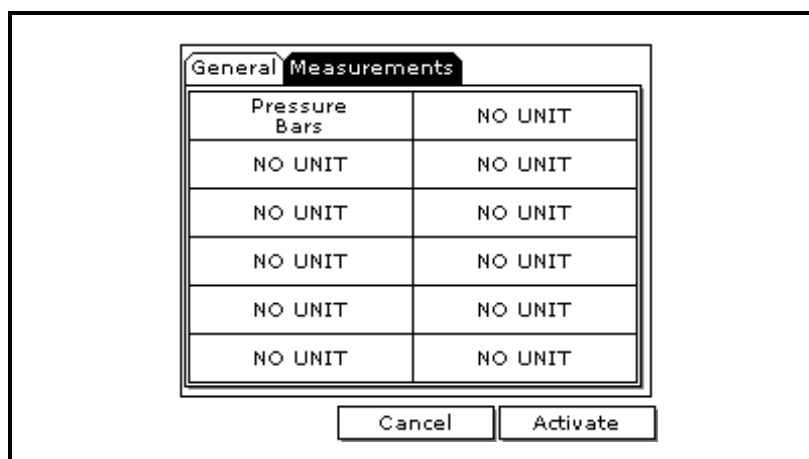

图 4-3 : Log Measurements（日志测量结果）窗口
2. 使用方向键移回 General（常规）选项卡，然后移至 Measurements（测量结果）选项卡并按 [ENTER]（进入）。随即会出现一个类似于下图 4-3 的屏幕。